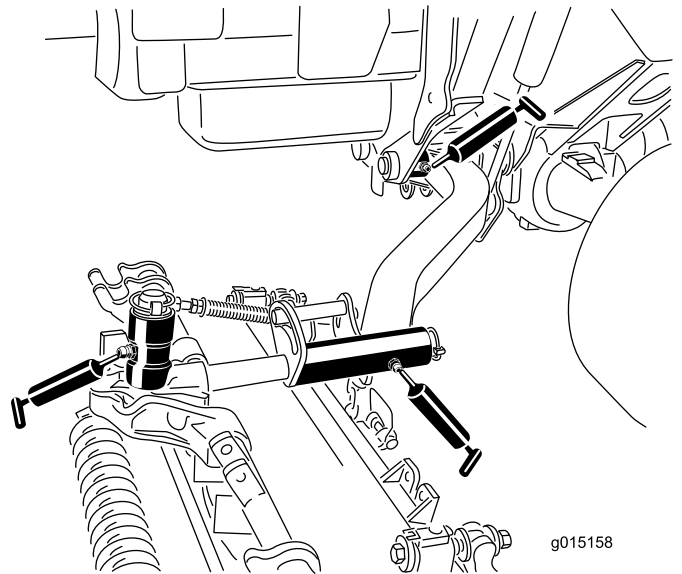

Figure 85
- Bagues de pivot de bras de levage (1 par unité de coupe) (Figure 85)
- Bâti porteur d'unité de coupe (2 par unité de coupe) (Figure 85)
- Pivot de bras de levage d'unité de coupe (1 par unité de coupe) (Figure 85)